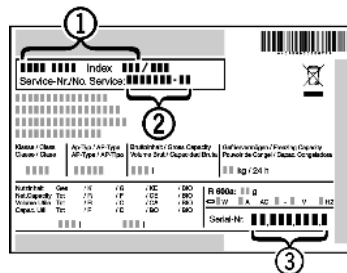

Fig. 11
► Denominación del aparato *Fig. 11 (1)*, nº del servicio técnico *Fig. 11 (2)* y nº de serie *Fig. 11 (3)* en la placa de identificación. La placa de identificación se encuentra en la parte interior izquierda del aparato.
► Informe al servicio postventa e indique el fallo, la denominación del aparato *Fig. 11 (1)*, el nº del servicio técnico *Fig. 11 (2)* y el nº de serie *Fig. 11 (3)*.